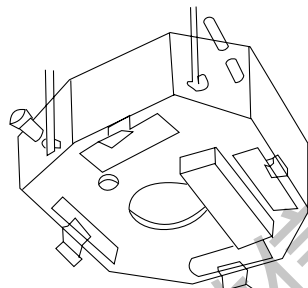

图8
- 安装水平金属盘以调整室内机和天花板之间的间隙,固定相应螺丝钉。(见图8)。